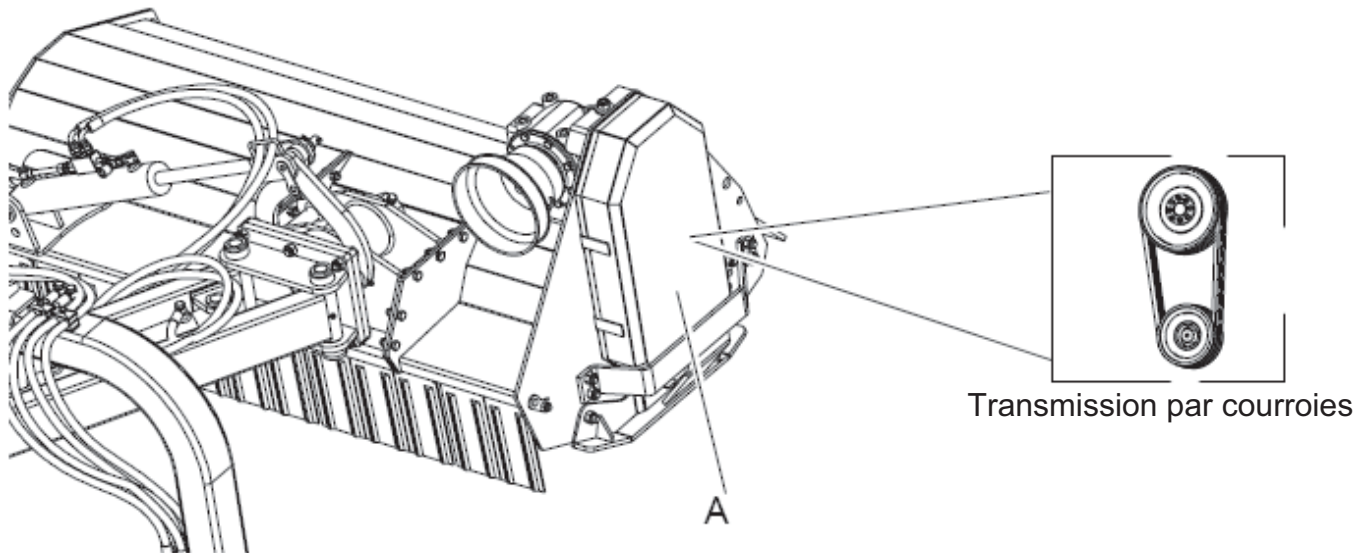

Fig. 2.5
c) TRANSMISSION PAR COURROIES (fig. 2.5)